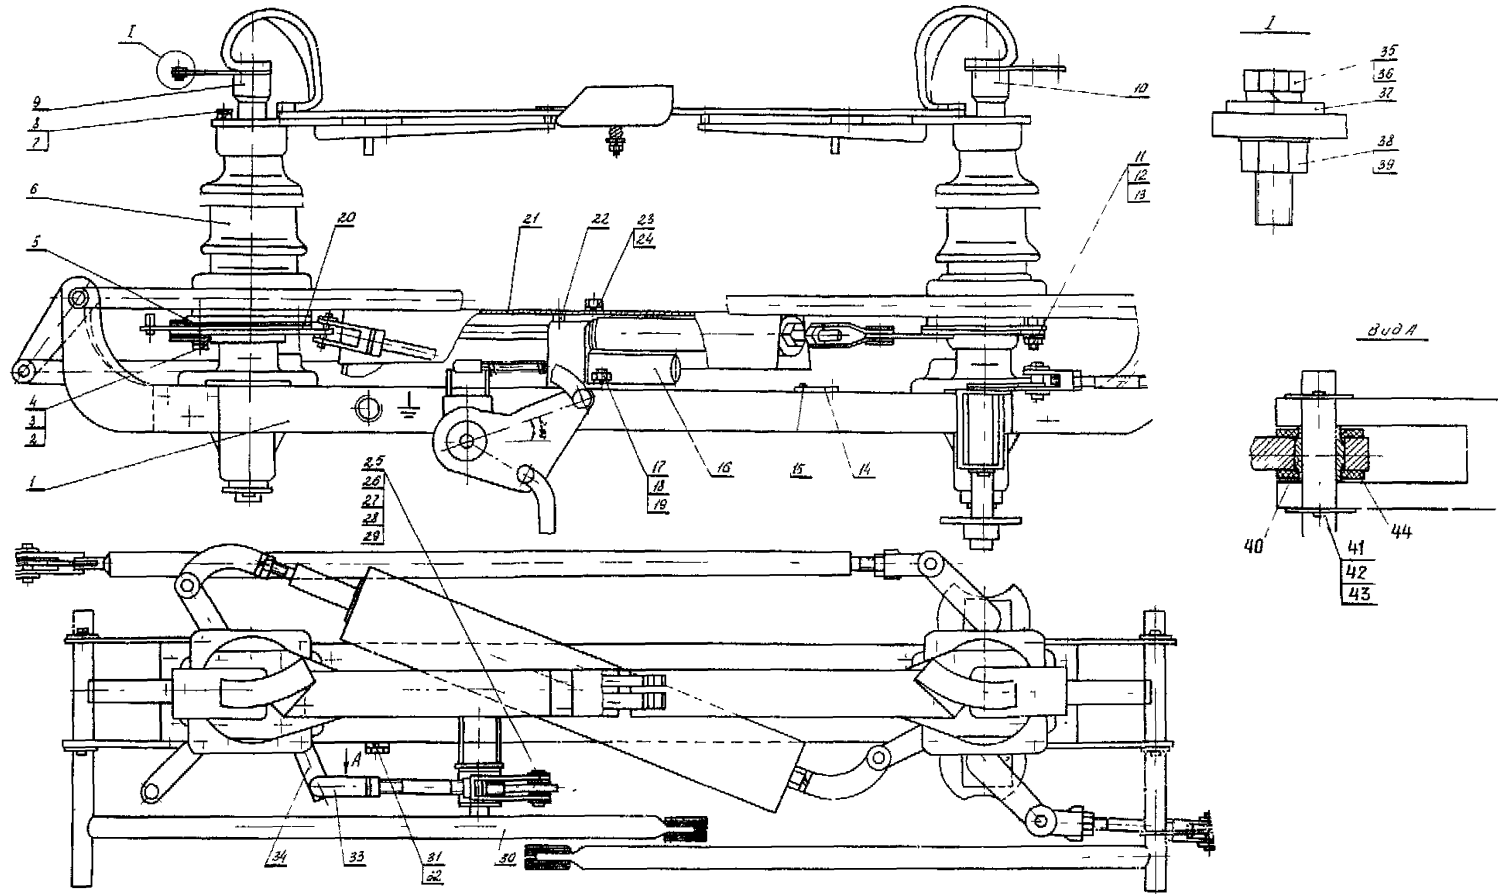
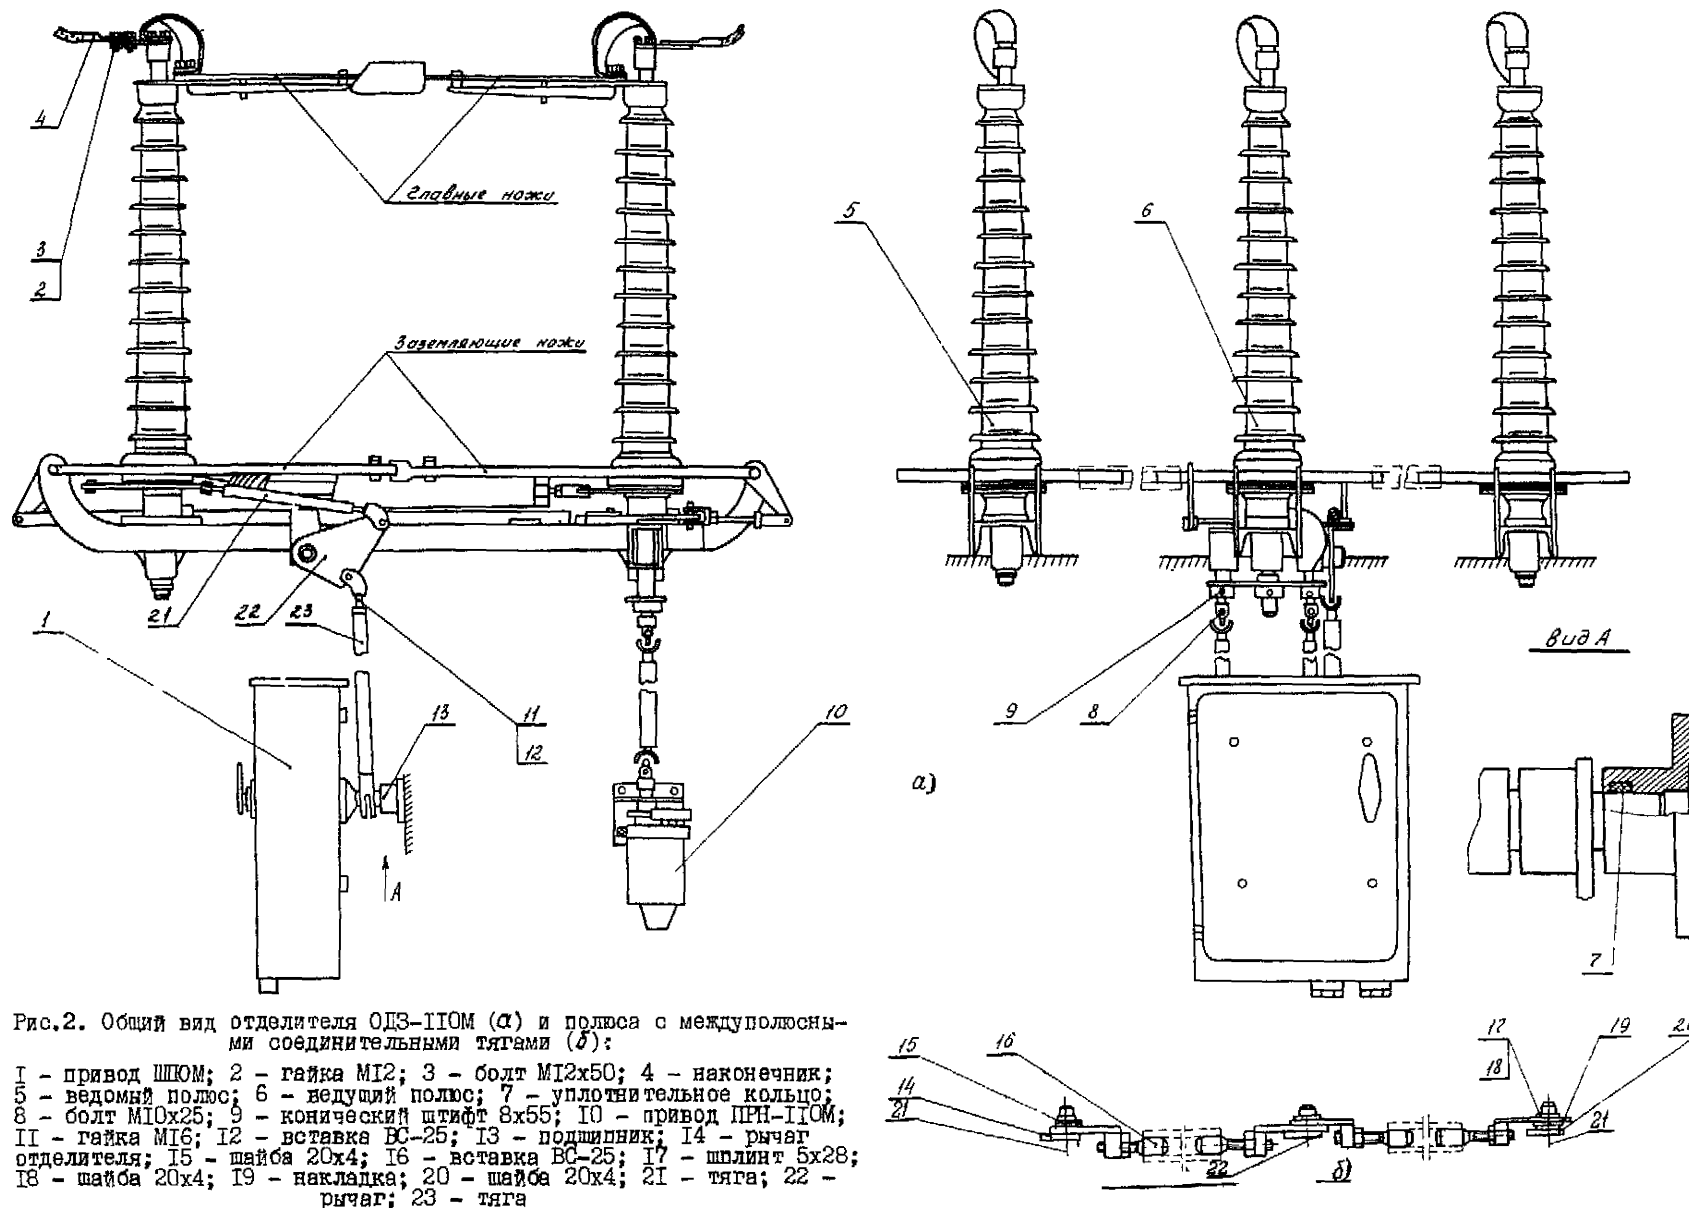

Рис. 1. Отделитель ОДЗ-ИОМ:
Рис.2. Общий вид отделителя ОДЗ-П10М (а) и полюса с междуполюсными соединительными тягами (б):
ОI.1.\* Проверить чистоту поверхности изолятора 6 (рис. 1), убедиться в отсутствии трещин и сколов.
ОI.4. Произвести несколько контрольных включений и отключений отделителя с целью проверки правильности вхождения в контакты главных и заземляющих ножей (рис. 2).
02.1. Вывинтить болты 3 (см. рис. 2) и отсоединить наконечники 4 от главных контактных выводов отделителя.
02.5. Расшлинтовать и отсоединить тягу 2I от рычага 22 (см.рис.2) и рычага 34 (см. рис.1).
02.9. Зафиксировать рукоятки приводов IO (см. рис. 2) заземляющих ножей в отключенном положении отделителя.
03.15. Вывинтить болты 7 (см. рис. 1) и снять контактный мех 9.